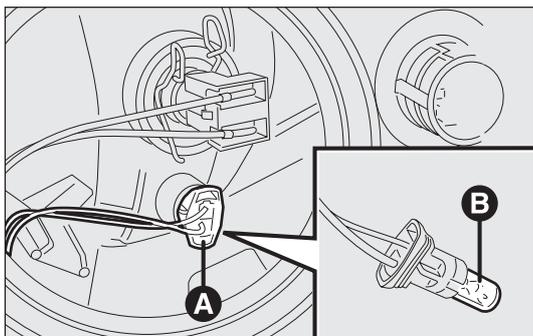

fig. 181
- estrarre il gruppo portalampana A-fig. 181 montato a pressione; sfilare la lampada B e sostituirla;
- reinserire il gruppo portalampana A-fig. 181 a pressione;